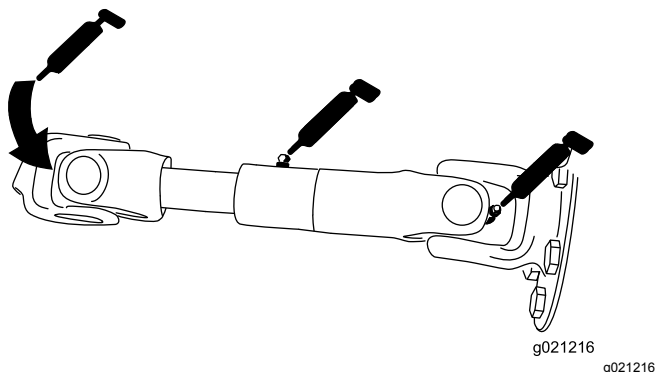

Рисунок 61
- Вал привода насоса (3) (Рисунок 61)